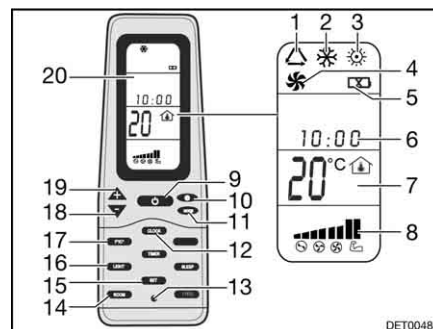

Bild 172 Fjärrstyrning
- Tryck på knappen ON/OFF (Bild 172,9).
- Tryck så många gånger på knappen "Mode" (Bild 172,11) tills önskad driftstyp (Bild 172,1, 2, 3 eller 4) visas på displayen (Bild 172,20).
- Ställ in önskad temperatur med knapparna "+" (Bild 172,19) och "-" (Bild 172,18).
- Med knappen Fläktvarvtal (Bild 172,10) väljs önskad fläktkapacitet.